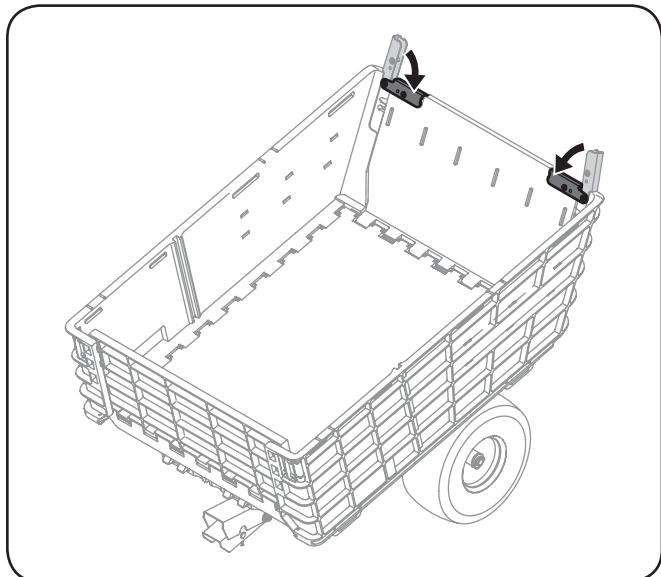

Figure 3-8
11. Lorsque le hayon est placé en position verticale, faites enclencher les loques de verrouillage sur le hayon pour le fixer en place. Voir Figure 3-8.